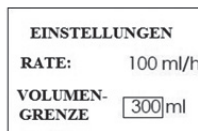

Abb. 36: Einstellungen ml/h Modus
- Drücken Sie die **ENTER SET**-Taste um in das Infusionsmenü zu gelangen (Abb. 36).